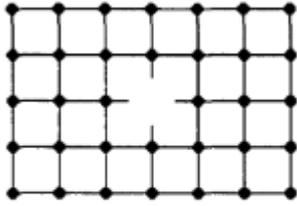

Рис. 10
1. К какой группе дефектов кристаллических структур можно отнести дефект представленного на рис. 10 фрагмента кристаллической решетки?